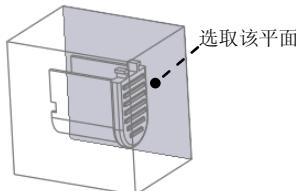

图 9.26 拉伸终止面
(4) 定义深度类型。在操控板中选取深度类型 (到选定的)，选择图 9.26 所示的面为拉伸终止面。